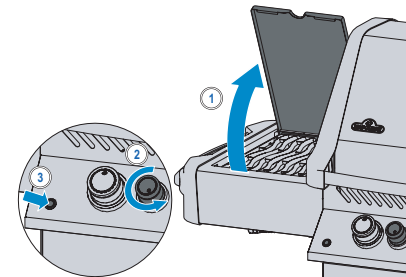

Abb. 2
4. Falls der Brenner nicht zündet, drehen sie den Bedienelement im Uhrzeigersinn zurück auf AUS. Warten Sie fünf Minuten. Wiederholen Sie Schritt 2 und 3. (Abb. 2)